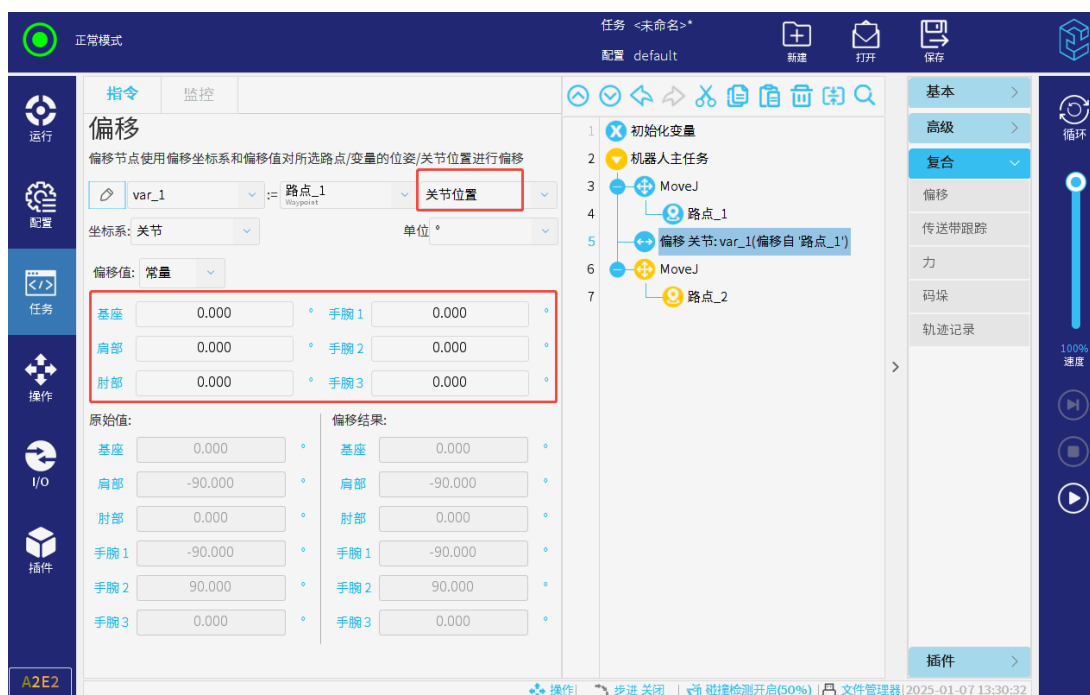

图 3-142: 关节角偏移
- 关节角偏移模式（见**图 3-142**）下，同单位的原始数据与偏移值直接相加即可得到新的关节角数据。